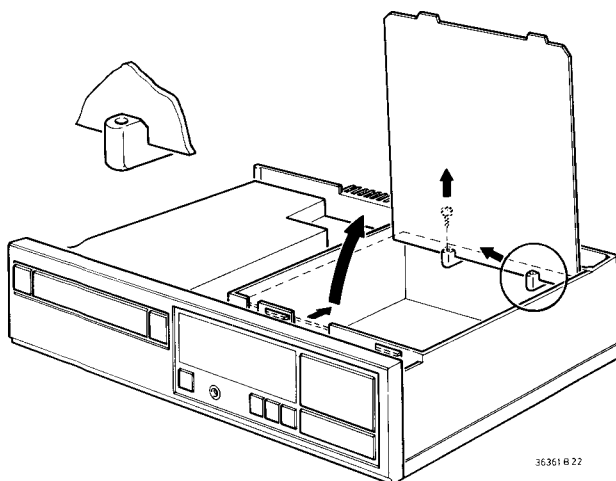

Fig. 4
- Dadurch dass der Decodierprint in die Servicestellung gebracht wird (siehe Bild 4), kann sowohl am Decodierprint als auch am Servoprint (Bestückungsseite) gemessen werden.